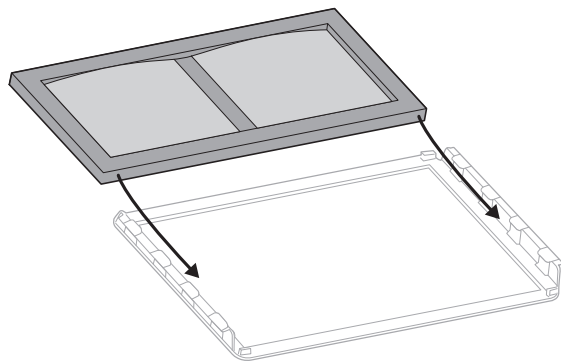

Fig. 27a
- Choisir la lentille appropriée et l'insérer dans le porte-lentille (Fig. 27a).